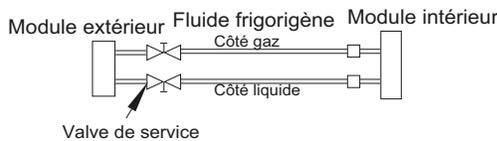

Figure 20 – Valves de service
1. Serrez complètement les écrous évasés des conduites de liquide et de gaz du côté intérieur et extérieur (pour tous les ventilo-convecteurs) (voir Figure 20).